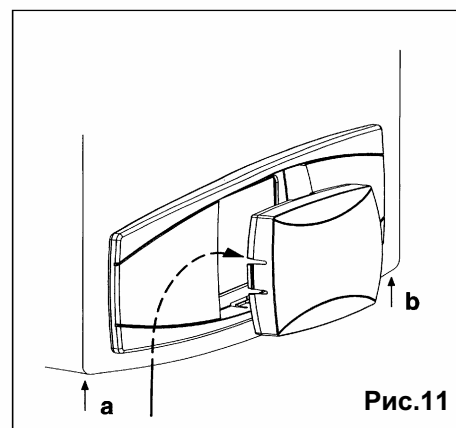

Рис.11
1. Отвинтить два винта (**a** - **b** рис.11), которые фиксируют корпус котла;
2. Приподнять слегка корпус и рукой выдавить наружу крышку передней панели (рис.11);
6. Закрыть корпус котла, завинтить два винта, которые его фиксируют (рис.11).
1. отвинтить два винта (a - b рис.11), которые фиксируют корпус котла;